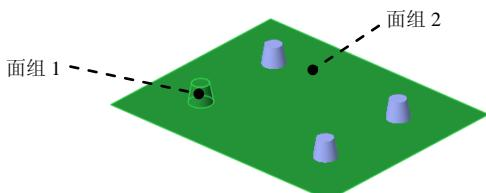
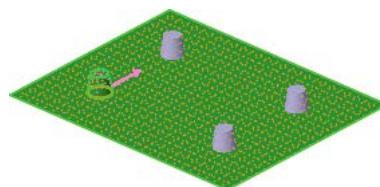

图 22.25 定义合并面组
图 22.26 定义合并方向
(1) 按住 **Ctrl** 键，选取合并图 22.25 所示的面组 1 和面组 2。
- (2) 单击 **分型面** 操控板中 **编辑** ▾ 区域的 **合并** 按钮, 此时系统弹出“合并”操控板。
(3) 在操控板中单击 **选项** 按钮, 在“选项”界面中选中 **相交** 单选项。
(4) 调整箭头方向如图 22.26 所示。
(5) 在“合并”操控板中单击 按钮。